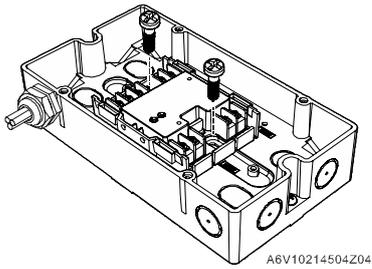

图 6
- 保护盒 FDCH221 安装 (图 6)，需单独订购
5. 使用两颗 M3 x 12 螺钉将模块固定在保护盒内 (图 6)。